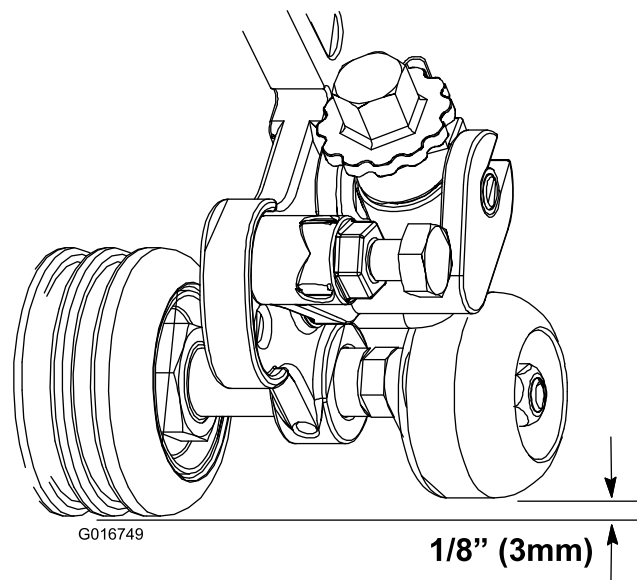

Figura 2
6. Ruotate il rullo verso il basso in modo che sia posizionato 3 mm sopra il rullo anteriore (Figura 2).